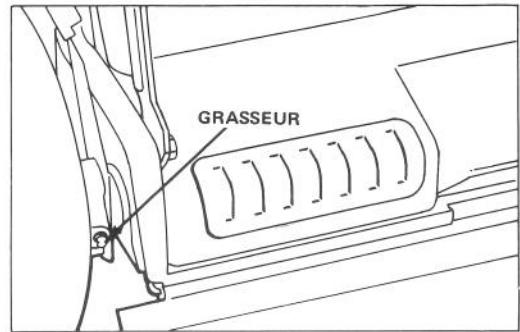

Figure 22
2. Placez les leviers de hâtier de coupe des roues arrière en position "2". Essuyez les graisseurs avec un chiffon propre (Fig. 22). Placez le pistolet graisseur sur le graisseur et appliquez délicatement 2 à 3 pompes de graissage à base de lithium à usages multiples no. 2.